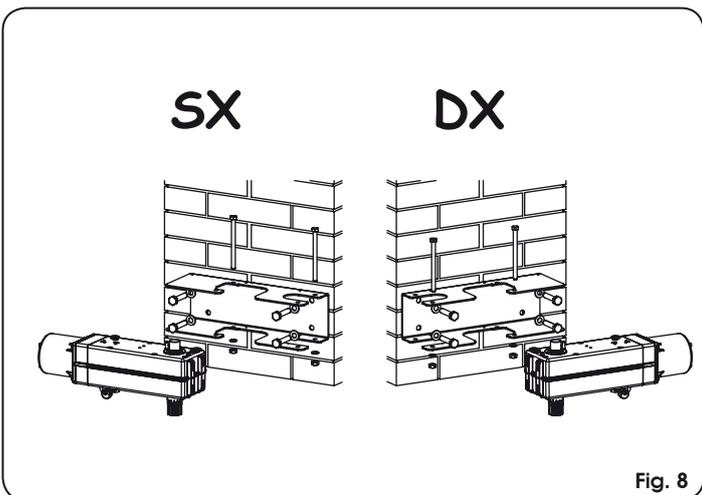

Fig. 8
- Die Grundplatte unter Verwendung von Schrauben mit Durchmesser 10 und geeigneten Dübeln auf dem Pfeiler befestigen (Abb. 8). Dabei ist die korrekte Horizontallage zu überprüfen.
- Den Getriebemotor in die Grundplatte einsetzen und mit den beiden Schrauben, den entsprechenden Muttern und den Federscheiben befestigen (Abb. 8).